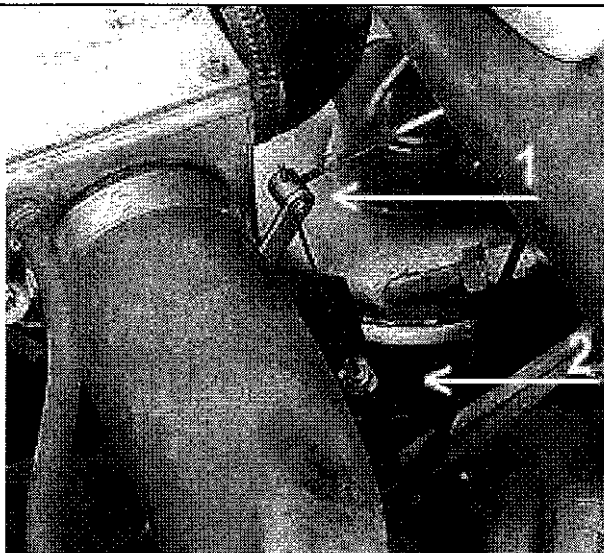

Fig. 6
8a. Staccare il morsetto d'estremità del cavo d'acciaio (part. 1 in fig. 6) del bowden e sfilare il cavo stesso.
8b. Svitare il dado d'estremità della guaina del bowden (part. 2 in fig. 6).
8a. Remove the end-clamp of the bowden cable (item 1 in fig. 6) and remove the cable.
8b. Unfasten the bowden sheath end-nut (item 2 in fig. 6).